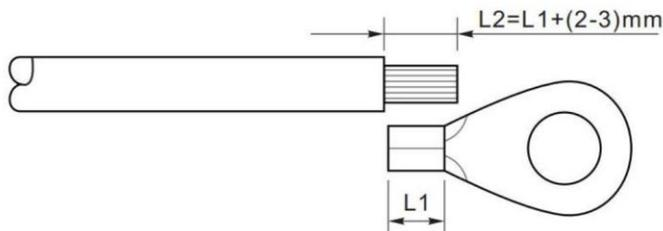

Figura 5-2 Instruções de conexão de aterramento
Passo 1: Remova a camada de isolamento com comprimento apropriado usando um descascador de fios mostrado na figura 5-2.